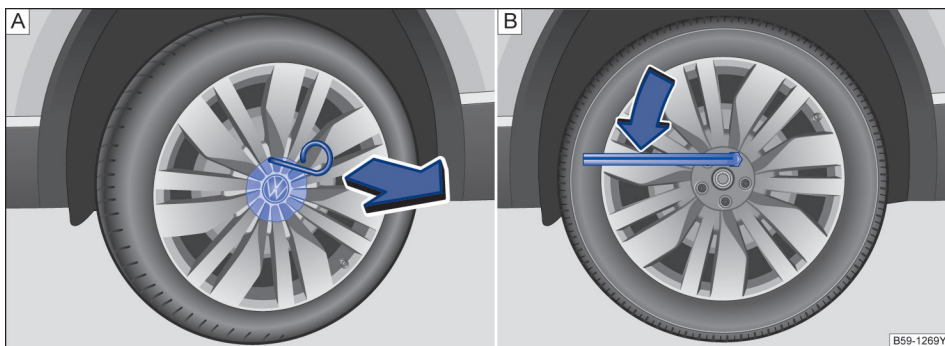

图 231 [A]. 从车轮螺栓上拔下盖罩；[B]. 更换车轮：松开车轮螺栓
- 将钢丝钩定位到罩盖的拆卸位置，确保钢丝钩已钩住罩盖。缓慢施力拉出罩盖→图 231 [A]。
- 将车轮扳手套到车轮螺栓上，然后推到限位位置→图 231 [B]。